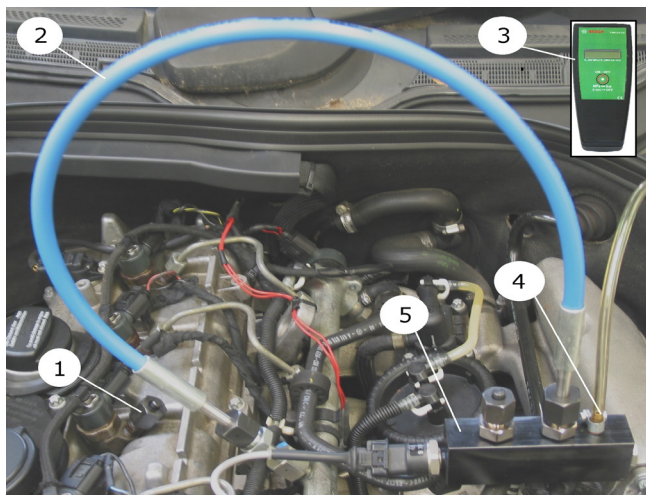

Abb. 15: Aansluitvoorbeeld raildruksensor vergelijkingstest (motor draait met n-1 cilinders)
! Uit veiligheidsoverwegingen is in de druksensor (afb. 15, pos. 5) een drukbegrenzingsventiel opgenomen, die de druk op 180 MPa begrenst. Altijd de meegeleverde slang op de aansluiting (afb. 15, pos. 4) van de druksensor aansluiten en in een voor diesel geschikte container laten uitlopen.
3. Injectorhogedrukaansluiting (afb. 15, pos. 1) met een beschermkap (zie reservedelenlijst Bosch ESI[tronic]) afsluiten.
4. 180 MPa-slangleiding (afb. 15, pos. 2) met bijbehorende aansluitadapter, beugel, moer en drukring (links schroefdraad) op de rail aansluiten.
7. Verbindingsleiding op het drukindicatie-apparaat (afb. 15, pos. 3) en raildruksensor van de druksensor aansluiten.